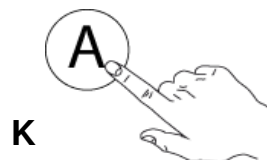

Fig.18
- 1- Selezionare il TASTO "K" lavaggio automatico. (Fig.18)